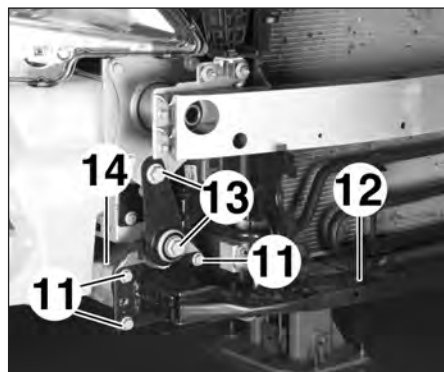

FIG.13
- les vis (11) de la traverse avant (12) et la déposer (Fig.13),
- les vis (13) de la patte de soutien du cadre avant (14),